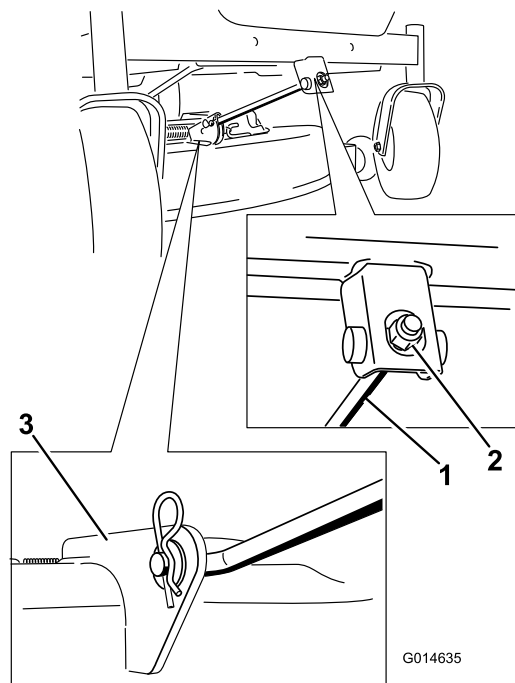

Figura 73
5. Rimuovete la coppiglia dall'asta di supporto frontale e rimuovete l'asta dalla staffa del piatto di taglio (Figura 73).
8. Montate l'asta di sostegno anteriore sul piatto di taglio con il perno con testa e la coppiglia a forcina (Figura 73).